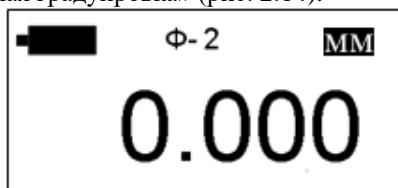

Рисунок 2.14 – Графический индикатор после одноточечной градуировки прибора
8. Инвертированное изображения размерности в правом верхнем углу индикатора указывает на то, что активирована функция «одноточечная градуировка» (рис. 2.14).